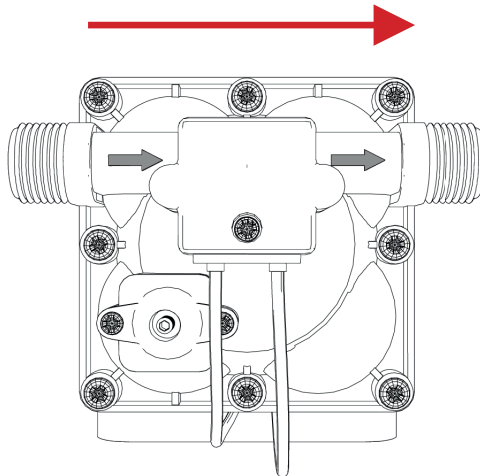

Abb. 6: Durchflussrichtung
**Wichtig!** Beachten Sie die Durchflussrichtung! Die Durchflussrichtung der Pumpe wird mit einem Pfeil auf dem Pumpenkopf angezeigt (Abb. 6).